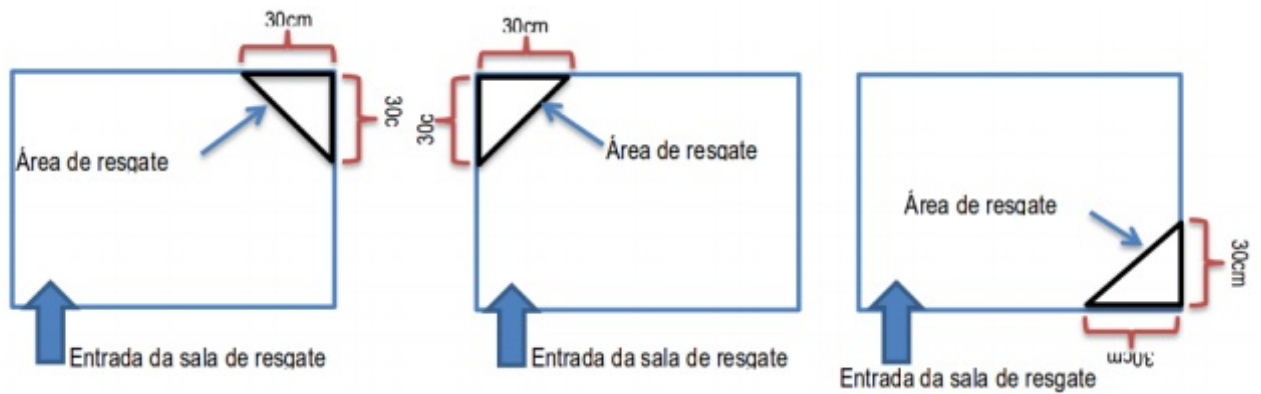

Figura 13. Definição dos possíveis locais para a área de resgate
13.3 A área de resgate ficará posicionada em uma das quinas da sala de resgate diferente daquela que seja o canto da entrada da sala, conforme Figura 13 (exemplo para a entrada da sala pela esquerda).